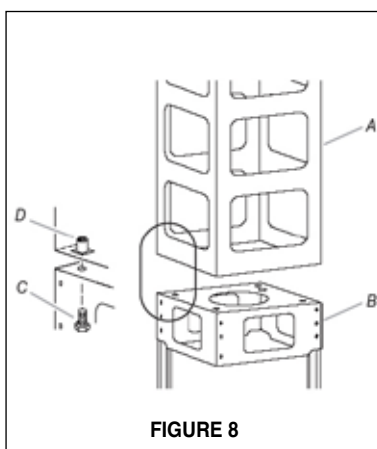

FIGURE 8
5. Si en utilisant Le Haut Kit de Cheminée de plafond, enlever COUVERCLE CHEMINÉE DE PROLONGATION DE CHEMINÉE (A de la FIGURE 8). Placez la PROLONGATION DE CHEMINÉE au-dessus de TREILLIS (B de la FIGURE 8) de sorte que les bords extérieurs et les trous électriques alignent. Attachez la PROLONGATION DE CHEMINÉE à la TREILLIS à l'aide des boulons (C de la FIGURE 8). Serrez les boulons solidement.